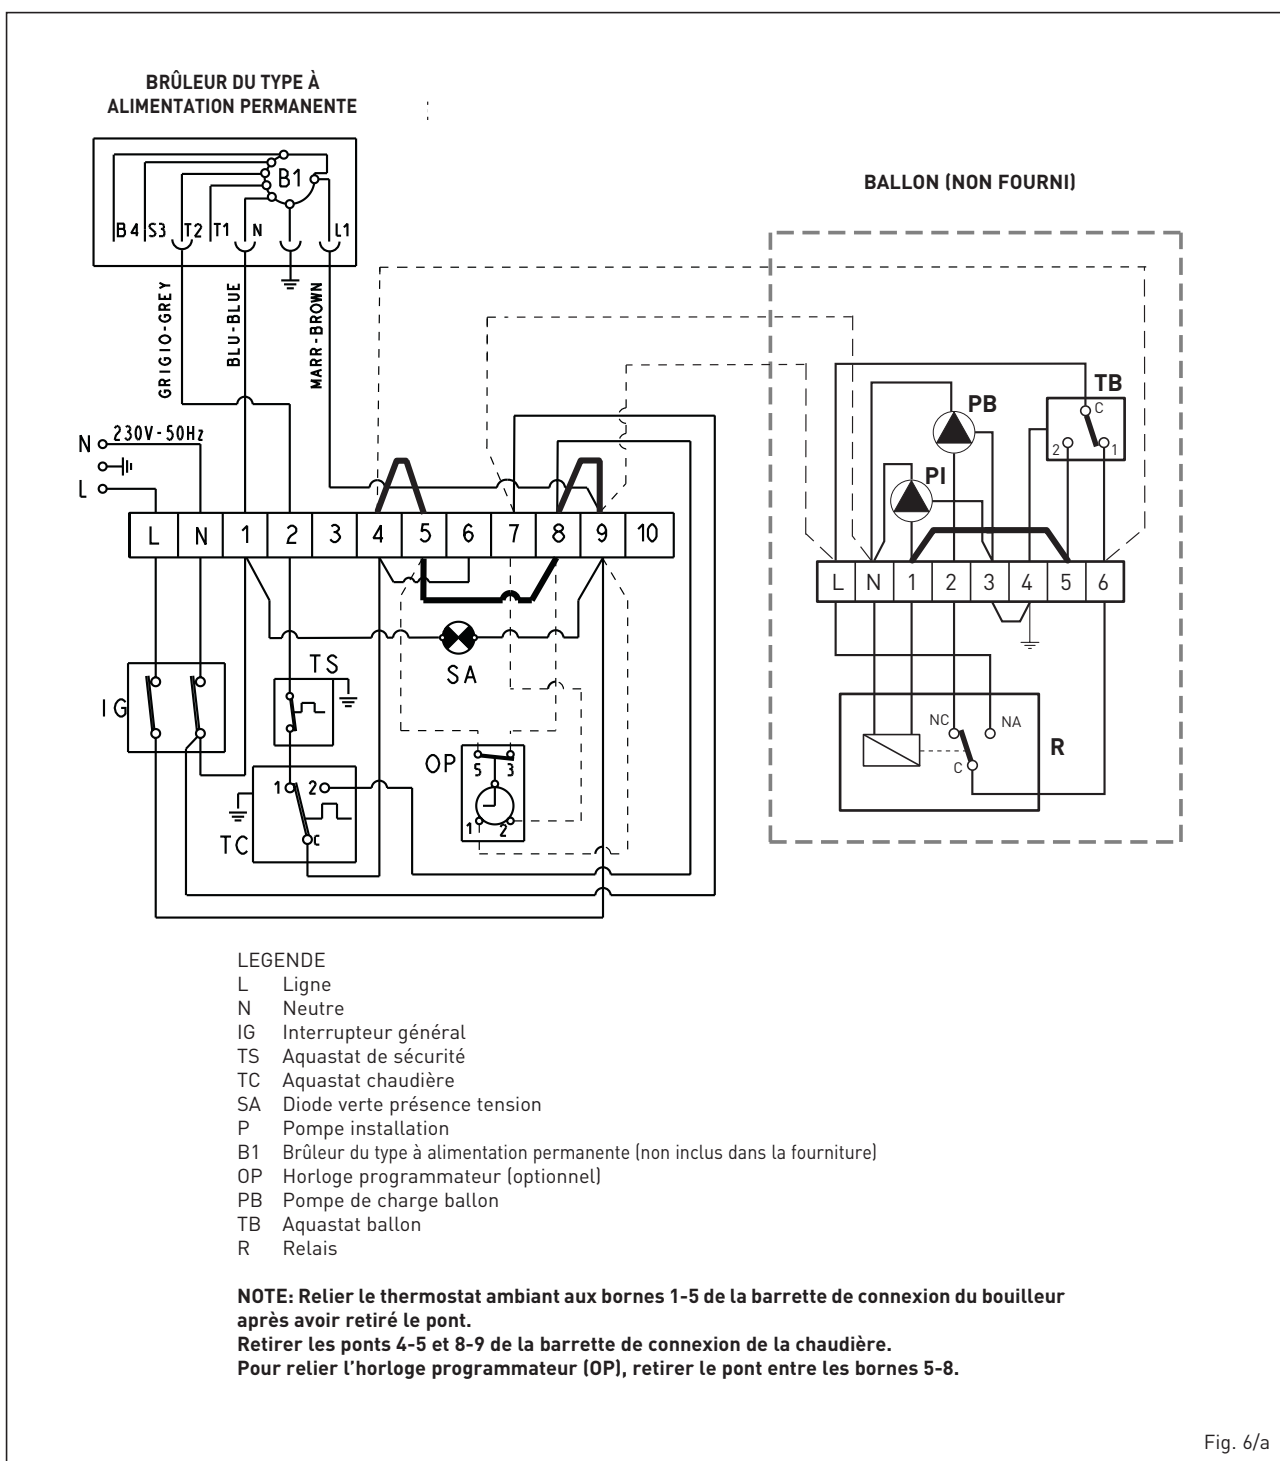

Fig. 6/a
- raccorder les câbles en suivant les indications reportées sur le schéma (fig. 6/a).